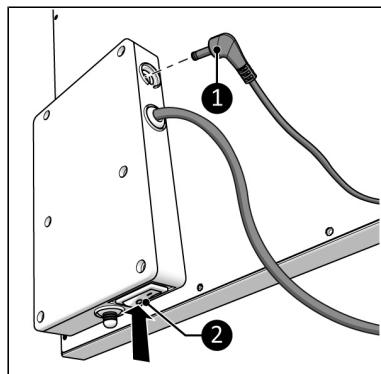

Figure 101.
1. Ujistěte se, že je spínač ZAP/VYP v poloze Vypnuto (Figure 101, poz. 2).
2. Připojte konektor externího teplotního čidla (Figure 101, poz. 1) ke konektoru čidla.